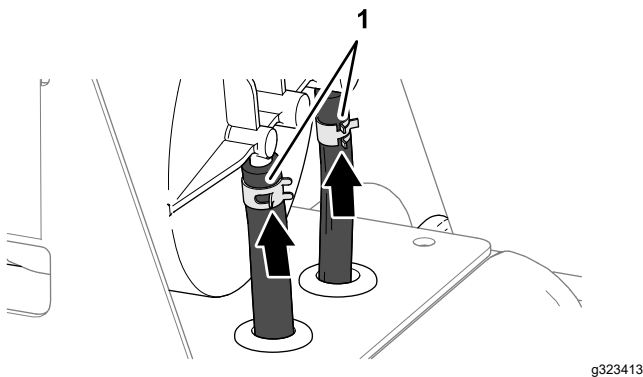

Bild 88
4. Befestigen Sie die Schläuche mit Schlauchklemmen an den Anschlussstücken (Bild 88)